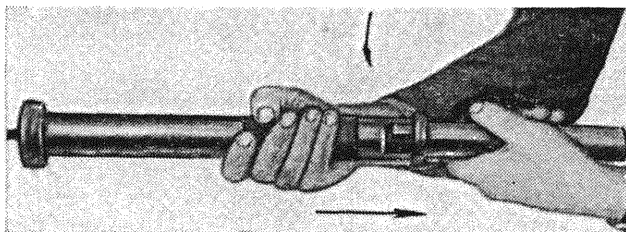

Рис. 94
4. Повернуть цилиндр так, чтобы шип трубки возвратной пружины совпал с прорезью на трубке прибора, и вынуть цилиндр пневмоперезарядки из прибора (рис. 94).